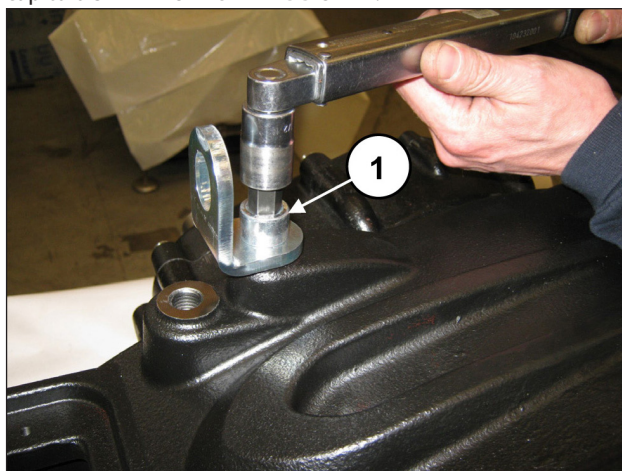

Fig. 99
Applicare i tappi e le staffe di sollevamento mediante le apposite viti M16x30 (pos. ①, Fig. 99). Tarare le viti con chiave dinamometrica come indicato nel capitolo 3 TARATURE SERRAGGIO VITI.